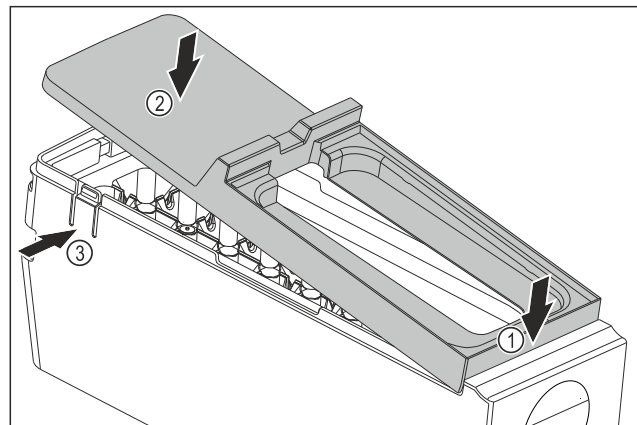

Fig. 148
- ▶ Монтаж на капака на корпуса на EasyTwist-Ice: Поставете капака отпред, Fig. 148 (1)
- ▶ Спуснете капака отзад, Fig. 148 (2)
- ▷ Капакът се фиксира с щракване в двете езичета Fig. 148 (3).